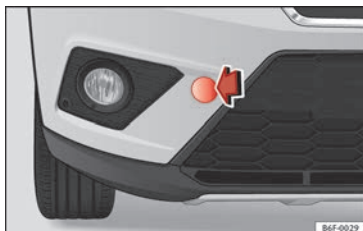

Fig. 105 Paraurti anteriore destro: estrarre il coperchio.
- Rimuovere la copertura premendo sulla zona destra della stessa fino a sganciarla »» **fig. 105.**